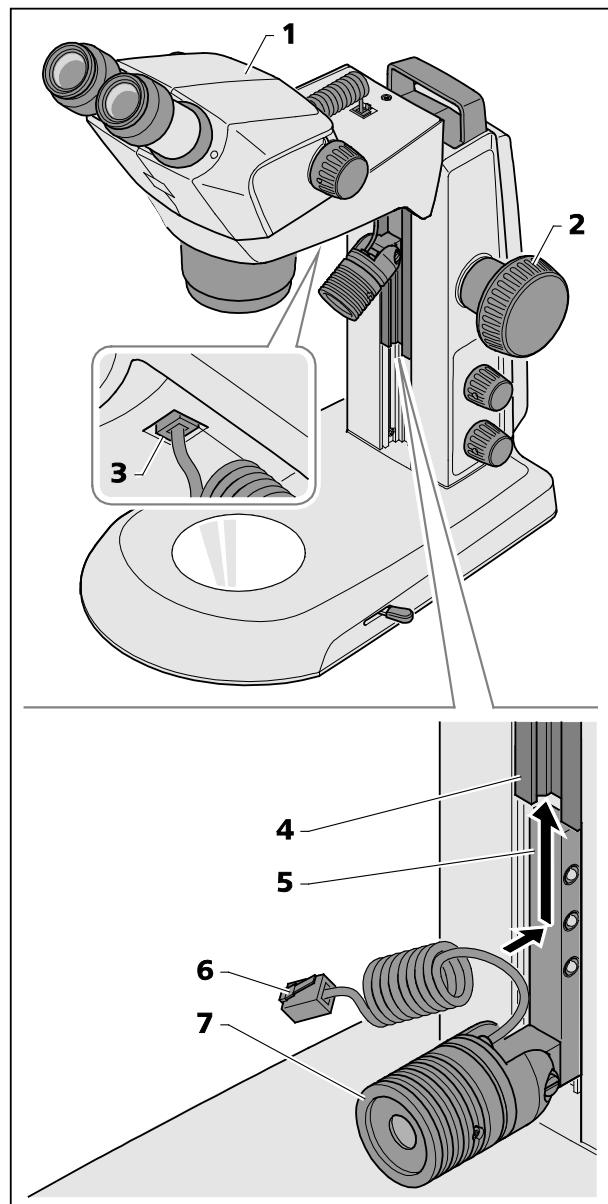

図 12 スポットライトの取り付け
- 焦点調節ノブ (図 12/2) を使って、顕微鏡本体 (図 12/1) を一番上の位置に移動させます。
- スポットライト (図 12/7) をホルダー (図 12/5)と共に下側からスタンドのガイド (図 12/4)にセットし、希望の位置まで上側にスライドさせます。
- スポットライトの接続ケーブル (図 12/6) を Stemi キャリアの下側のソケット (図 12/3) に差し込みます。